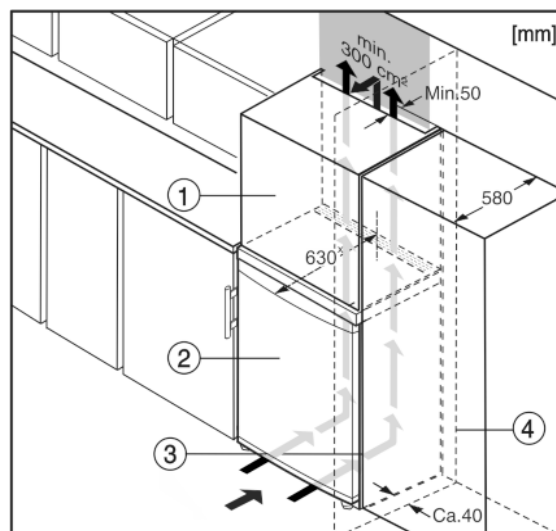

Fig. 10
Устройство может быть окружено кухонными шкафами. Чтобы уравнивать устройство Fig. 10 (2) по высоте с кухонной стенкой, можно установить над устройством дополнительный шкафчик Fig. 10 (1).
При комбинировании с кухонными шкафами (глубина макс. 580 мм) устройство можно установить непосредственно рядом с кухонным шкафом Fig. 10 (3). Устройство выступает сбоку на 34 мм* и по центру на 50 мм* относительно передней стенки кухонного шкафа.
Если устройство установлено на шарнирах у стены *Fig. 10 (4)*, то расстояние между устройством и стеной должно быть не менее 40 мм. Настолько выступает ручка при открытой дверце.